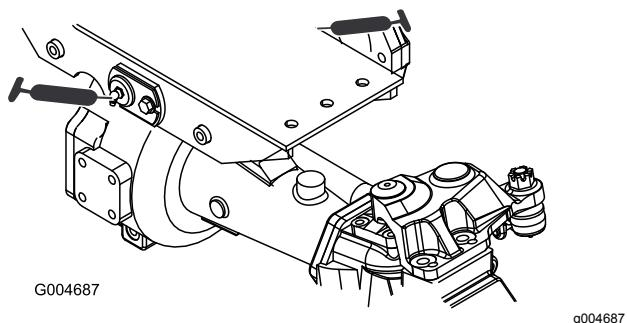

Figure 77
- 2 bagues de pivot d'essieu avant et arrière (Figure 77)